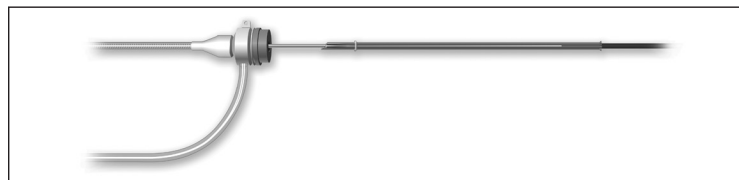

Figura 1. Inserção do cateter de balão com a ferramenta de carregamento
- f. Segurando na extremidade proximal da ferramenta de carregamento com o cateter de balão, insira cuidadosamente ambos na válvula hemostática da bainha-guia ou da bainha introdutora (consulte a Figura 1). Certifique-se de que a ferramenta de introdução e o cateter de balão avançam em conjunto.